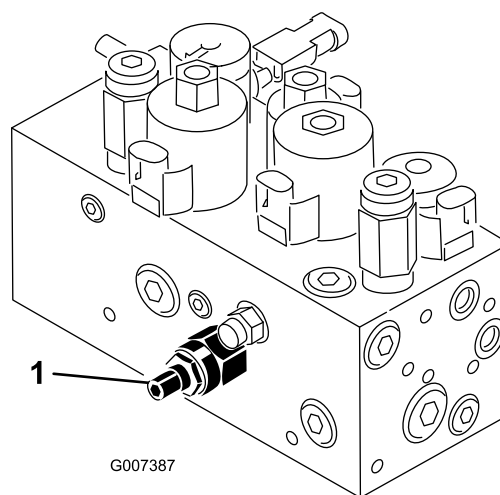

Figura 58
Il circuito di sollevamento/abbassamento degli apparati di taglio della macchina è dotato di una valvola di regolazione del flusso (Figura 58). Questa valvola viene preregolata in fabbrica con un'apertura di 3 giri circa, ma è talvolta necessario regolarla per compensare i dislivelli delle temperature dell'olio idraulico, delle velocità di tosatura, ecc. Se necessario, regolate come segue:
1. Alzate il sedile per accedere alla valvola di regolazione del flusso per il telaio di trazione centrale (Figura 58), situata accanto al collettore idraulico.